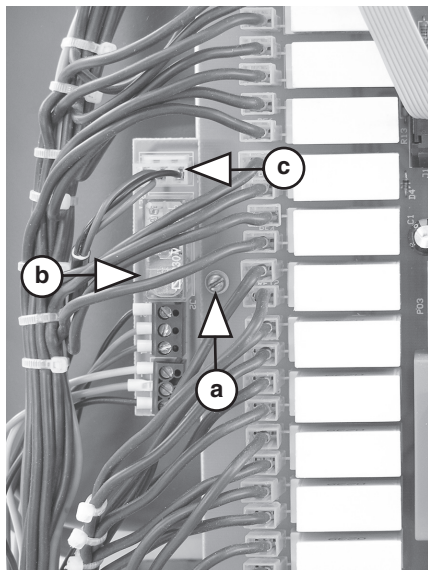

рис. 2
- Отпустите и вывинтите предохранительный винт панели управления котла (рис. 2, поз. а).
- Приложите и с помощью упомянутого предохранительного винта прикрепите плату управления 3-ходового механического клапана (рис. 2, поз. б) к главной плате управления котла.